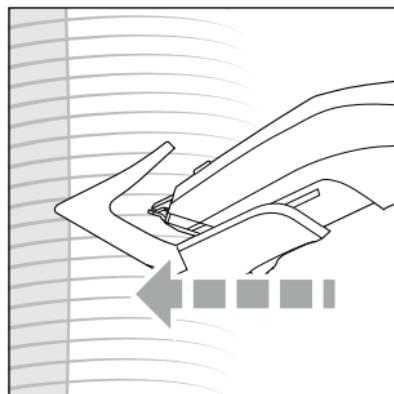

Abb. 7
- 2) Halten Sie das Gerät so, dass der Kammaufsatz ⑩/⑪ bzw. der Scherkopf ① möglichst aufrecht am Kopf aufliegt und die Schneidklinge Richtung Kopfhaut zeigt (siehe Abb. 7). Führen Sie das Gerät gleichmäßig und nur in eine Richtung durch das Haar, um zu vermeiden, dass sich Haare im Scherkopf ① verhaken.